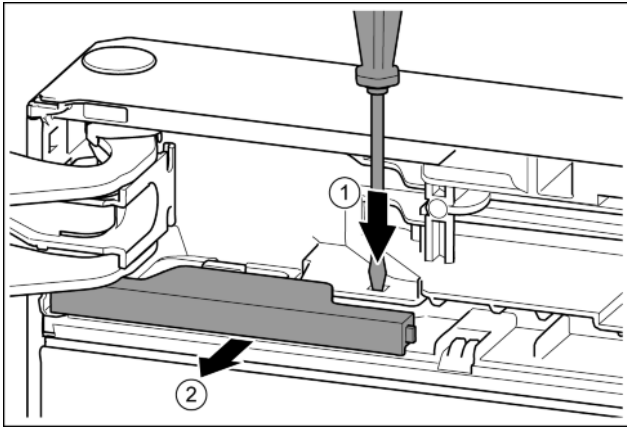

Fig. 9
- ▶ Plochým šroubovákem lamelu přitlačte. Fig. 9 (1)
- ▶ Kryt vytáhněte ze zářežky. Fig. 9 (2)